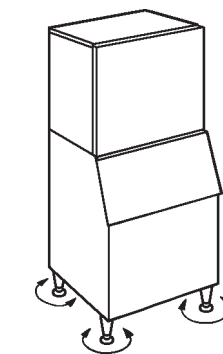

Fig. 5
- 7) Ajuste las cuatro patas de la parte inferior (regulables entre 0 y 25,4 mm) para que la máquina de hielo quede perfectamente horizontal. Use el nivel de burbuja. Véase la Fig. 5.